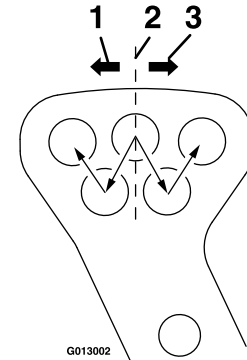
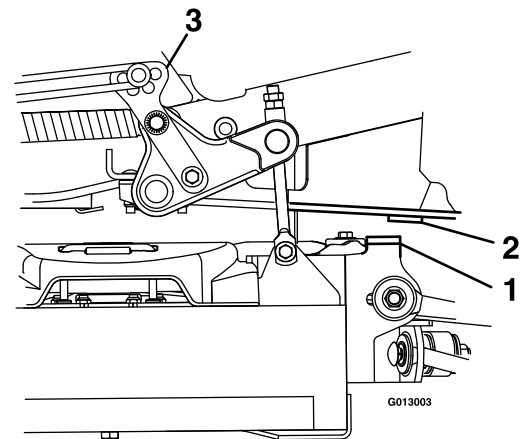

Figura 13
Figura 14
2. Si el actuador no eleva la carcasa lo suficiente como para salir de la posición de BLOQUEO DE TRANSPORTE, mueva el pasador hacia atrás a un taladro como se muestra en Figura 13.
3. Si el actuador eleva la carcasa demasiado lejos y la carcasa toca el bastidor (Figura 14), antes de que el actuador se retraiga por completo, se escuchará un fuerte estallido mientras el embrague se desliza de manera imprevista. Si esto sucede, mueva el pasador trasero hacia adelante de un taladro; consulte Figura 13.